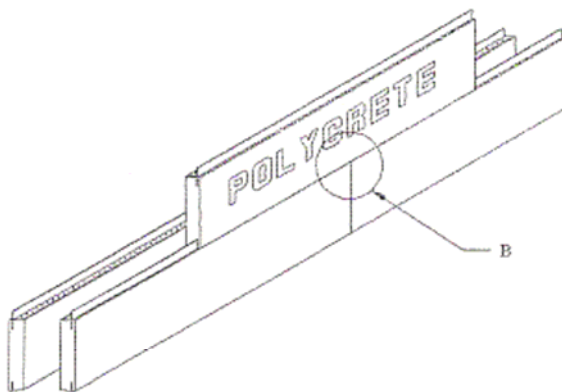

Figura 5.3.b. Cruces de las juntas
- Cada hilada debe ser colocada de la misma manera respetando los cruces de juntas (B) entre cada fila superpuesta y opuesta (Figura 5.3.b).